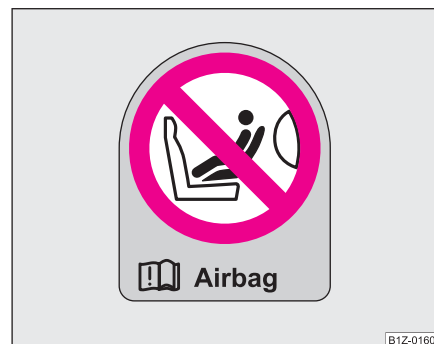

Fig. 121 Autocolant pe stâlpul ușii pasagerului din dreapta
- Asupra acestui aspect atenționează și eticheta amplasată pe partea dreaptă, pe stâlpul ușii ⇒ **pagina 148, fig. 121**. Eticheta poate fi observată după deschiderea ușii pasagerului din dreapta. Un alt autocolant se găsește pe parbriz, pe partea pasagerului din dreapta.